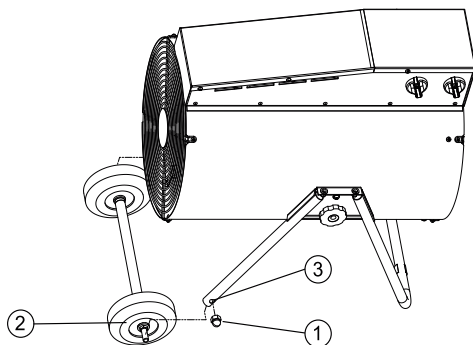
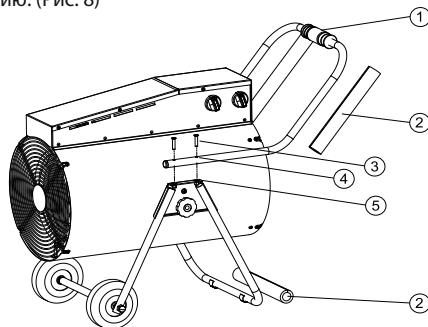

Рис. 7
Рис. 8
Открутить самоконтрящиеся гайки М10 (1) с колесной оси (2). Вставить ось с колесами в сборе (2) в отверстия опоры(3) и закрутить до упора самоконтрящиеся гайки М10(1) с двух сторон оси (Рис.7).
После монтажа колесной оси установить тепловую пушку на опору (Рис. 7). Отверстия (4) на ручке (1) совместить с резьбовыми гайками (5) на колесной опоре и закрутить винты (3). Снять транспортировочные изоляторы (2). Прибор готов к использованию. (Рис. 8)